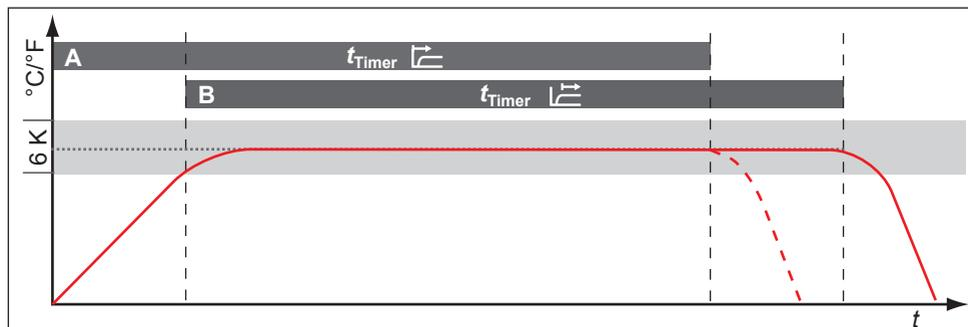

Fig. 22 Modo timer
Con este ajuste se puede definir si el reloj de cuenta atrás digital con indicación del valor nominal (temporizador, véase la página 27) debe funcionar según los valores nominales, es decir, si el tiempo de funcionamiento con temporizador no debe empezar a contar hasta alcanzar una banda de tolerancia de ± 3 K con respecto a la temperatura nominal (Fig. 22, B), o si debe hacerlo ya inmediatamente después de la activación del temporizador (A).